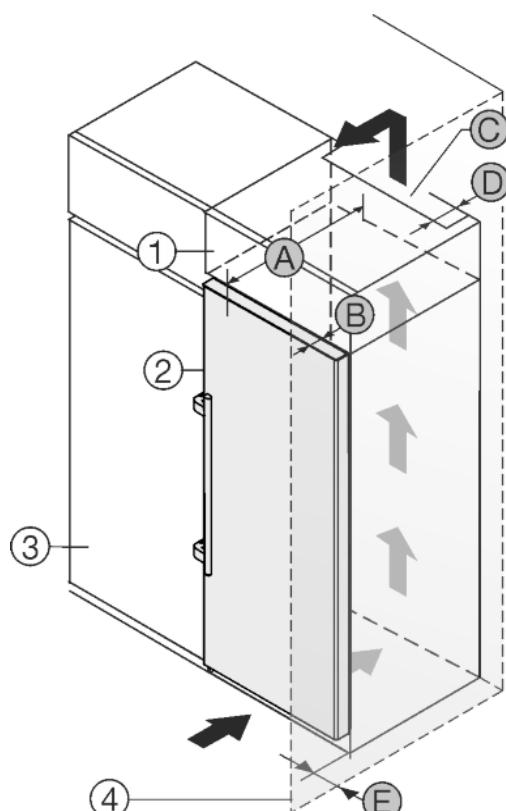

Fig. 20
Устройство может быть окружено кухонными шкафами. Чтобы уравнять устройство Fig. 20 (2) по высоте с кухонной стенкой, можно установить над устройством дополнительный шкафчик Fig. 20 (1).
Установить устройство можно непосредственно рядом с кухонным шкафом Fig. 20 (3). Чтобы можно было полностью открыть двери, устройство должно выступать на глубину Fig. 20 (B) относительно передней стенки кухонного шкафа. В зависимости от глубины кухонных шкафов и использования пристенных распорок устройство может выступать и больше.
- На задней стенке дополнительного шкафчика должен быть вентиляционный канал с глубиной Fig. 20 (D) по всей ширине этого шкафа.
- Нужно соблюдать вентиляционное отверстие *Fig. 20 (C)* под нижней панелью.
Если устройство установлено на шарнирах у стены *Fig. 20 (4)*, то нужно соблюдать расстояние *Fig. 20 (E)* между устройством и стеной. Настолько выступает ручка при открытой дверце.